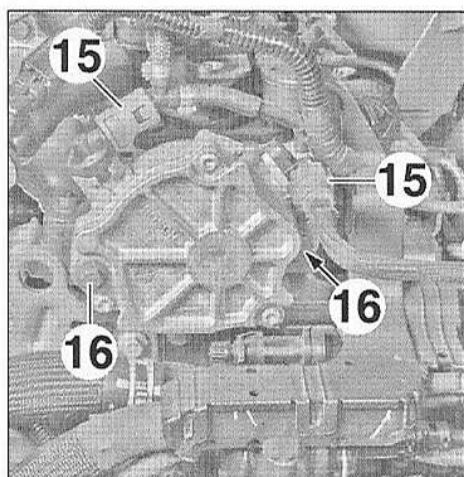

FIG.46
- Débrancher les raccords (15) (Fig.46).
- les vis (16),